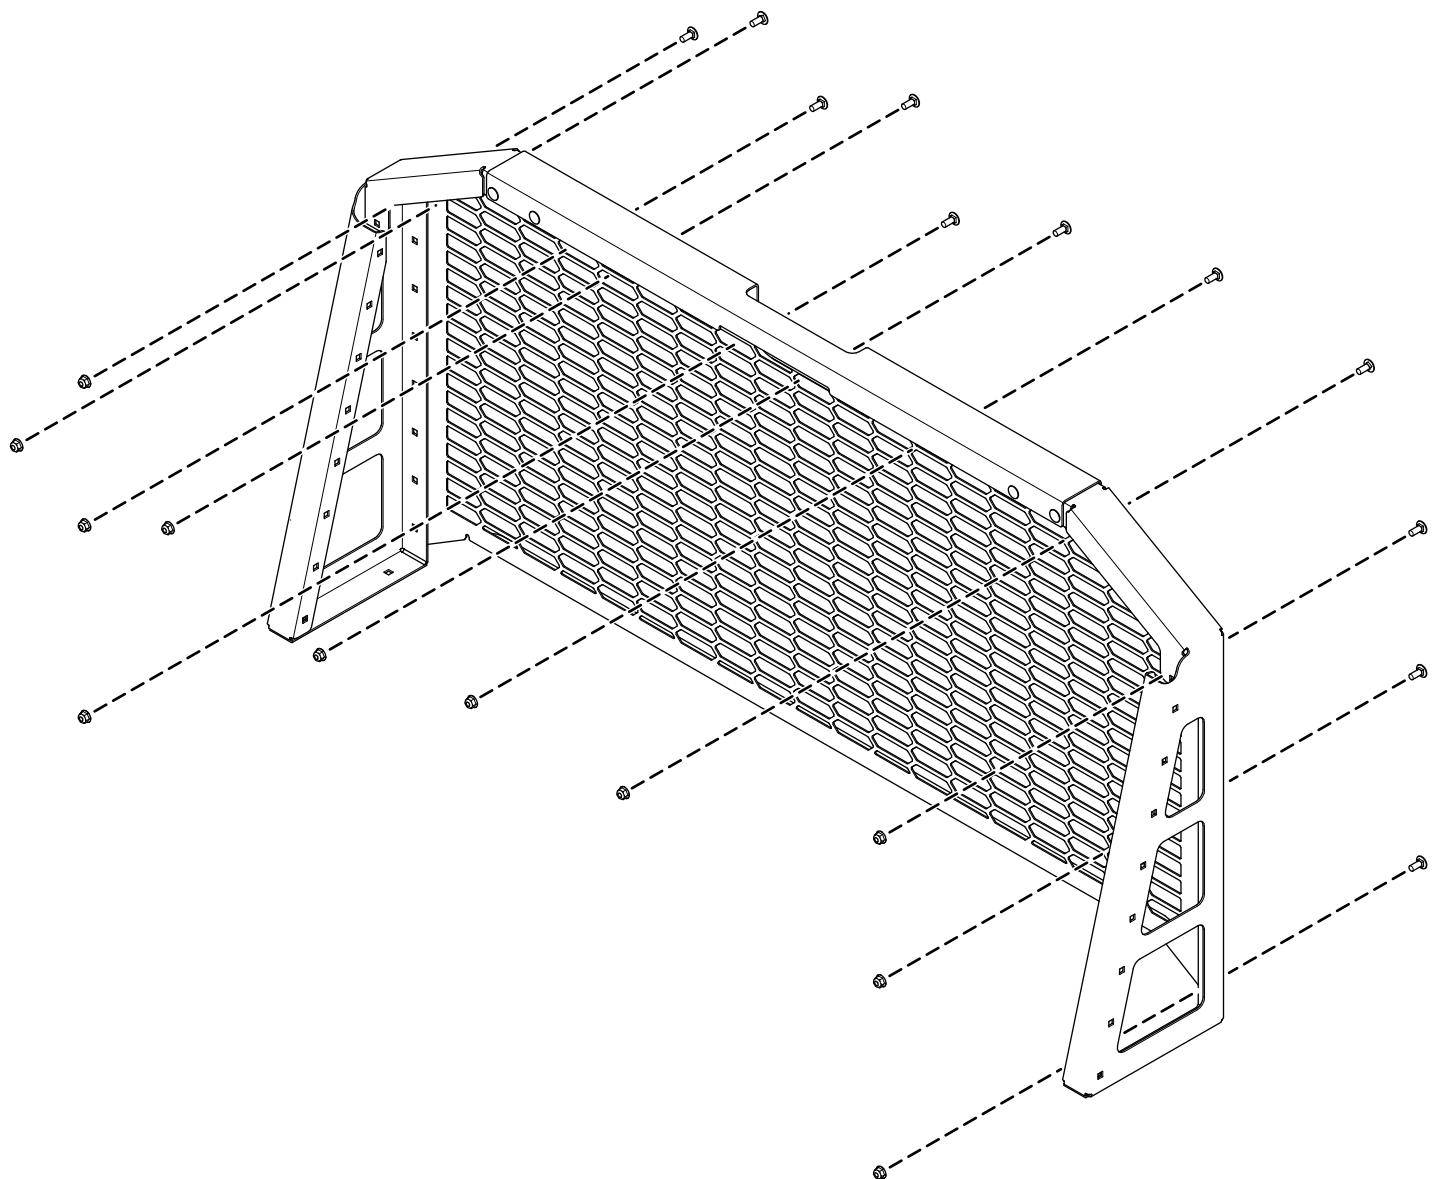

Bild 2
2. Befestigen Sie den Bildschirm an dem Regalrahmen mit 11 Schlossschrauben (5/16" x $\frac{3}{4}$ ") und 11 Sicherungsmuttern (5/16"), wie in Bild 2 dargestellt.